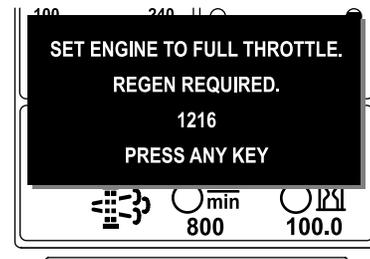

Рисунок 46
**Примечание:** Если температура выхлопа двигателя слишком низкая, на дисплее инфо-центра появится ИНФОРМАЦИОННОЕ СООБЩЕНИЕ № 1216 (Рисунок 46), чтобы сообщить, что необходимо установить максимальное положение дроссельной заслонки (высокая частота холостого хода).